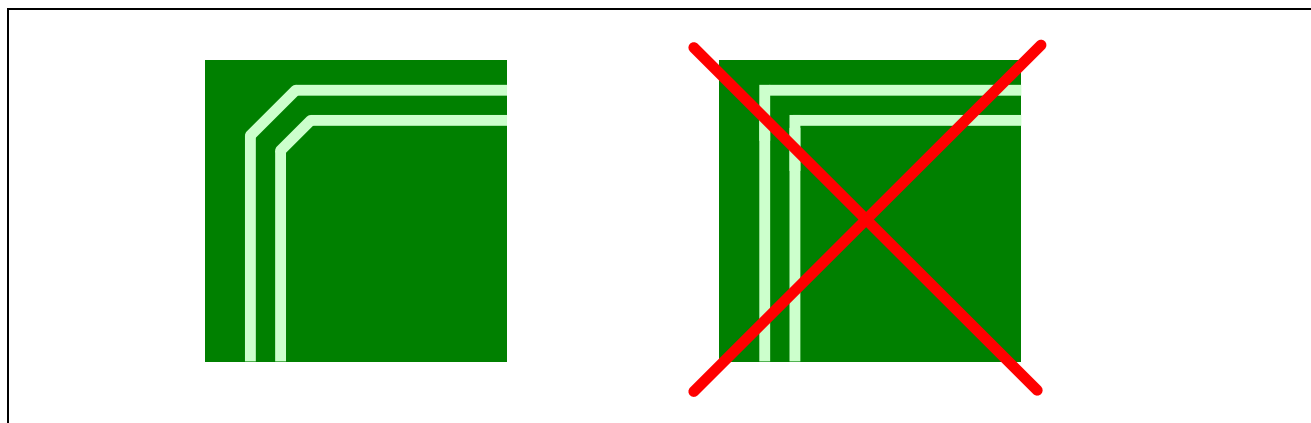

図6.7 差動信号伝送路の配線例 (2)
- 配線を曲げる際には 135 度より大きい角度にしてください。（図6.7 差動信号伝送路の配線例（2））